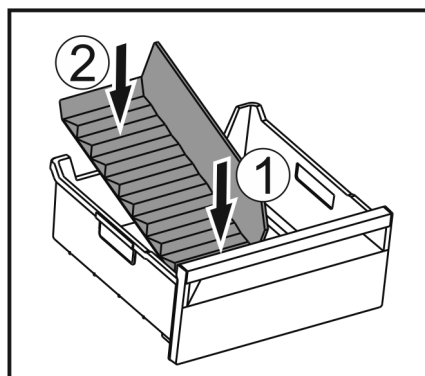

Fig. 55
- ▶ Sæt den forreste del af frostrumsadskilleren i. Fig. 55 (1)
- ▶ Sæt den bageste del af frostrumsadskilleren ned i skuffebunden. Fig. 55 (2)